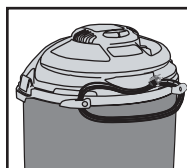

FIGURA 32
69. Antes de almacenar su aspiradora, deberá vaciar y limpiar el depósito. Puede enrollar el cable eléctrico alrededor de las envolturas de cable provistas en la tapa del depósito en la parte posterior de la unidad. **FIGURA 32.**